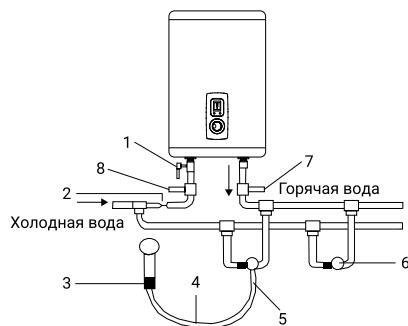

Рис. 5
1. Установка водонагревателей серий ZWH/S Azurro существенно облегчается возможностью установить их как вертикально, так и горизонтально в любом месте вашего дома, в отапливаемом (!) помещении. Желательно установить водонагреватель как можно ближе к месту использования горячей воды, поскольку чем меньше длина труб, тем меньше потери тепла. Как показано на рис. 5а, при горизонтальной установке водонагревателя трубы подводки должны быть расположены справа. При установке водонагревателя рядом со стеной, оставьте рекомендованное свободное пространство для технического обслуживания. Не устанавливайте водонагреватель на горизонтальной поверхности и вплотную к полу.
Во избежание протечек при подключении трубопровода на концы резьбовых соединений следует установить комплектные резиновые уплотнительные прокладки. Если необходимо реализовать систему водоснабжения на несколько водоразборных точек, используйте способ соединения (см. рис. 5).
Рис. 5а